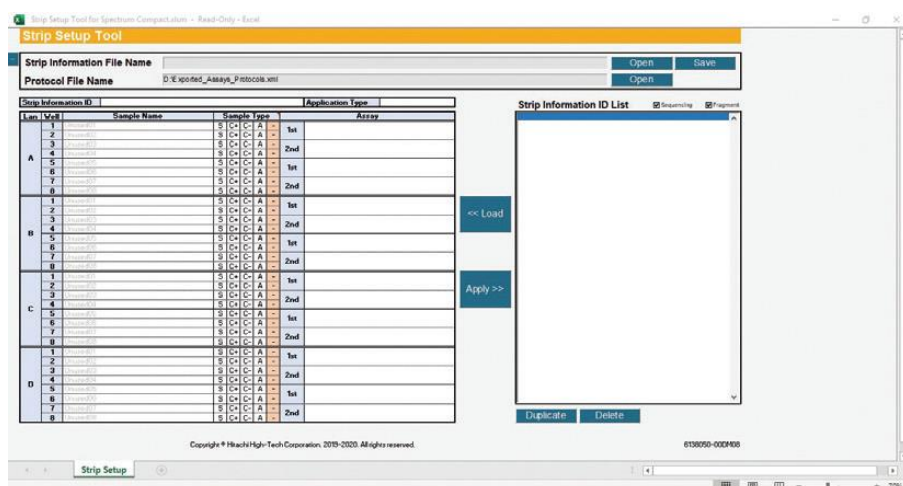

図 209 選択した Protocol File 名の付いた Strip Setup Tool for Spectrum Compact 画面
2. このウィンドウを閉じる場合は、**OK** を選択してください。 protocol.xml のファイル名が Strip Setup Tool for Spectrum Compact の上部に表示されます。（図 209）